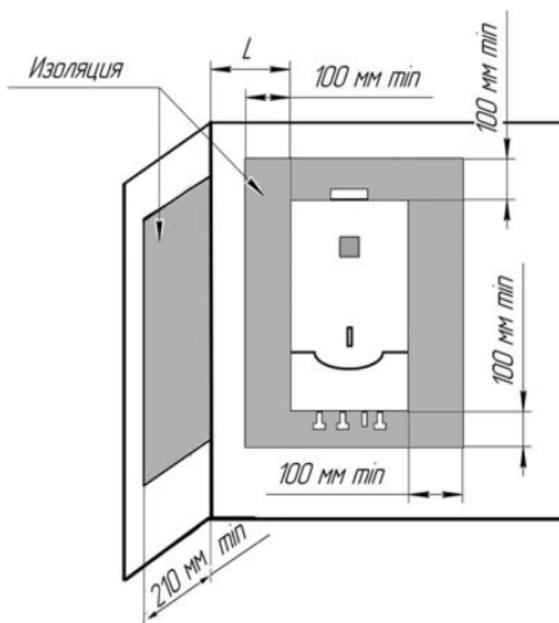

Рис. 3 Установка аппарата на трудносгораемых стенах.
**5.6** Аппарат устанавливается на несгораемую кирпичную, бетонную (с облицовкой керамической плиткой или без неё) стену. Допускается установка аппарата на трудносгораемых стенах при условии изоляции стены оцинкованным листом толщиной 0,8-1 мм по листу базальтового теплоизоляционного картона БТК толщиной 3-5 мм. Изоляция стены должна выступать за габариты корпуса аппарата не менее чем на 100 мм с каждой стороны (см. рис.3), а расстояние от боковых поверхностей аппарата до трудносгораемых стен без применения изоляции должно быть не менее 250 мм. При уменьшении указанного расстояния до 150 мм необходима установка теплоизоляции.